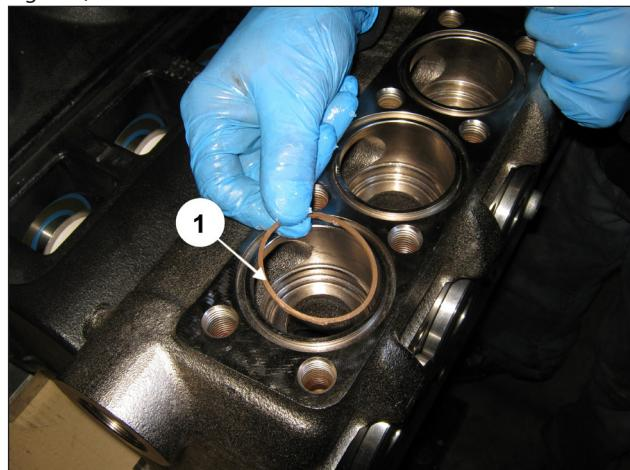

Fig. 142
Prossiga com a montagem dos grupos da válvula de descarga: Insira o anel anti-extrusão, pos. de explosão nº. 21 (pos. ①, Fig. 142).